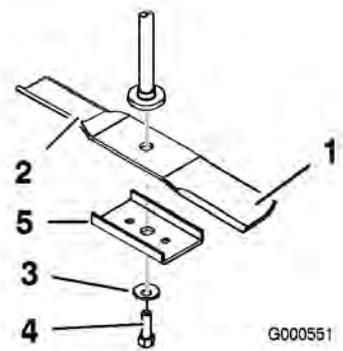

Figure 39
Tenez la lame à son extrémité avec un chiffon ou un gant épais. Enlevez de l'axe, le boulon, la rondelle bombée, le renfort et la lame (Figure 39).
1. Placez la lame sur l'axe (Figure 39).
2. Montez le renfort, la rondelle bombée (face concave vers la lame) et le boulon de lame (Figure 39).